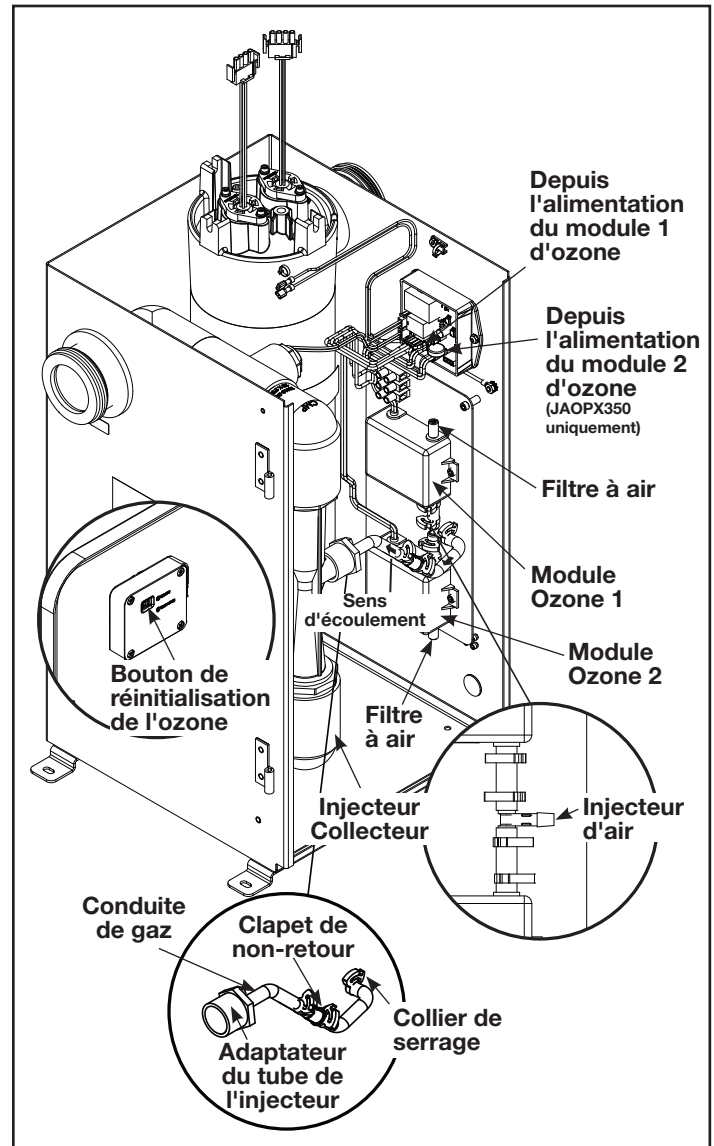

Figure 13. Modules d'ozone JAOPX200 / JAOPX350
8. Réinitialiser l'indicateur d'ozone en appuyant sur le bouton Réinitialiser l'ozone situé sur la porte intérieure derrière les témoins des LED d'état. Voir la Figure 13 Bouton de réinitialisation de l'ozone.
2. Desserrer les colliers de serrage aux deux extrémités de la conduite de gaz d'ozone. Retirer le tuyau des injecteurs d'air de l'adaptateur du tube de l'injecteur et de l'injecteur d'air de sortie d'ozone du module d'ozone (utilisé sur le modèle JAOPX200) ou de l'adaptateur en T (utilisé uniquement sur le modèle JAOPX350). Voir la Figure 13 Injecteur d'air.
3. Orienter la conduite de gaz d'ozone comme indiqué à la Figure 13 (noter en légende le sens d'écoulement), en veillant à ce que le gaz circule vers le collecteur de l'injecteur. Rebrancher sur les injecteurs d'air de l'adaptateur du tube de l'injecteur et de l'injecteur d'air de sortie d'ozone du module d'ozone (utilisé sur le modèle JAOPX200) ou de l'adaptateur en T (utilisé uniquement sur le modèle JAOPX350). Utiliser des pinces pour fixer tous les colliers précédemment retirés ou desserrés.
5. Retirer le tuyau de l'adaptateur du tube de l'injecteur, puis dévisser l'adaptateur du collecteur de l'injecteur. Voir la Figure 13 Adaptateur du tube de l'injecteur.